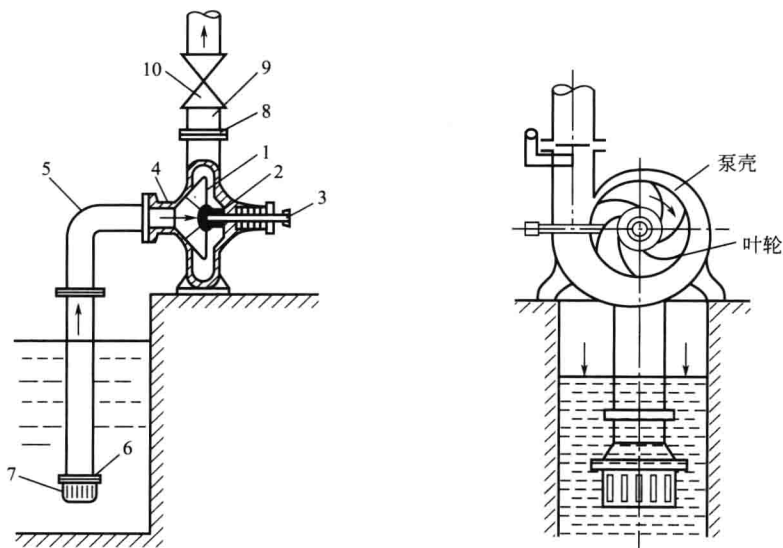

图 2-1 离心泵装置简图
① 容积式泵 是利用容积的周期性变化而提高液体压力达到输液的目的。如往复泵、隔膜泵、齿轮系等。
② 叶片式泵 是一种依靠泵内作高速旋转的叶轮把能量传递给液体，进行液体输送的机械。如离心泵、轴流泵、旋涡泵等。
③ 其他类型泵 包括一些利用流体静压或流体动能来输送液体的流体动力作用泵如酸蛋、喷射泵、水锤泵等。
(1) 离心泵的工作原理 离心泵主要是依靠叶轮旋转产生离心力作用来输送液体，故称其为离心泵。离心泵在运转之前必须先泵内灌满液体，并将叶轮全部浸没。其工作原理见图 2-1。